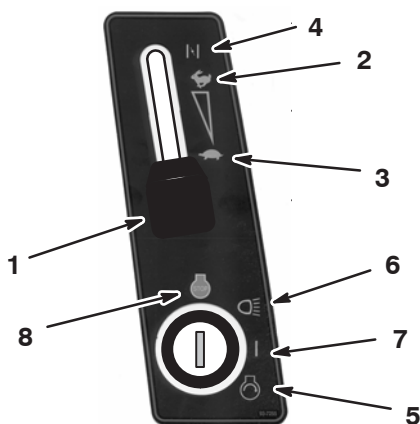

Figure 11
6. Réglez la manette d'accélérateur en position de ralenti (Fig. 11).
7. Tournez la clé de contact dans le sens horaire et maintenez-la en position de Démarrage (Fig. 11). Relâchez la clé quand le moteur démarre.
8. Lorsque le moteur a démarré, amenez progressivement la manette d'accélérateur en position Haut régime (Fig. 11).
1. Placez la manette d'accélérateur en position de ralenti (Fig. 11).
2. Tournez la clé de contact en position Contact coupé (Fig. 11).